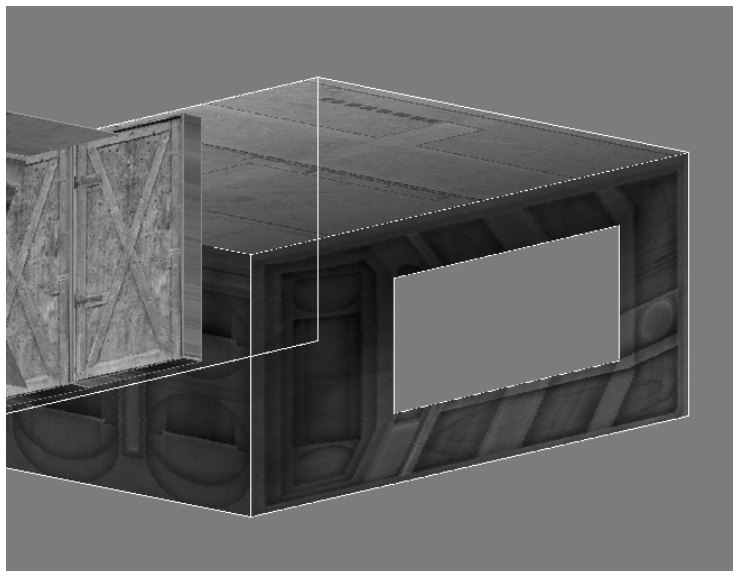

Рисунок 18.29. Применение раскраски вершин для просветления сцены и придания ей большей объемности
11. Выполните раскраску вдоль верхней части окна, чтобы затенить наклонный участок (рис. 18.29).